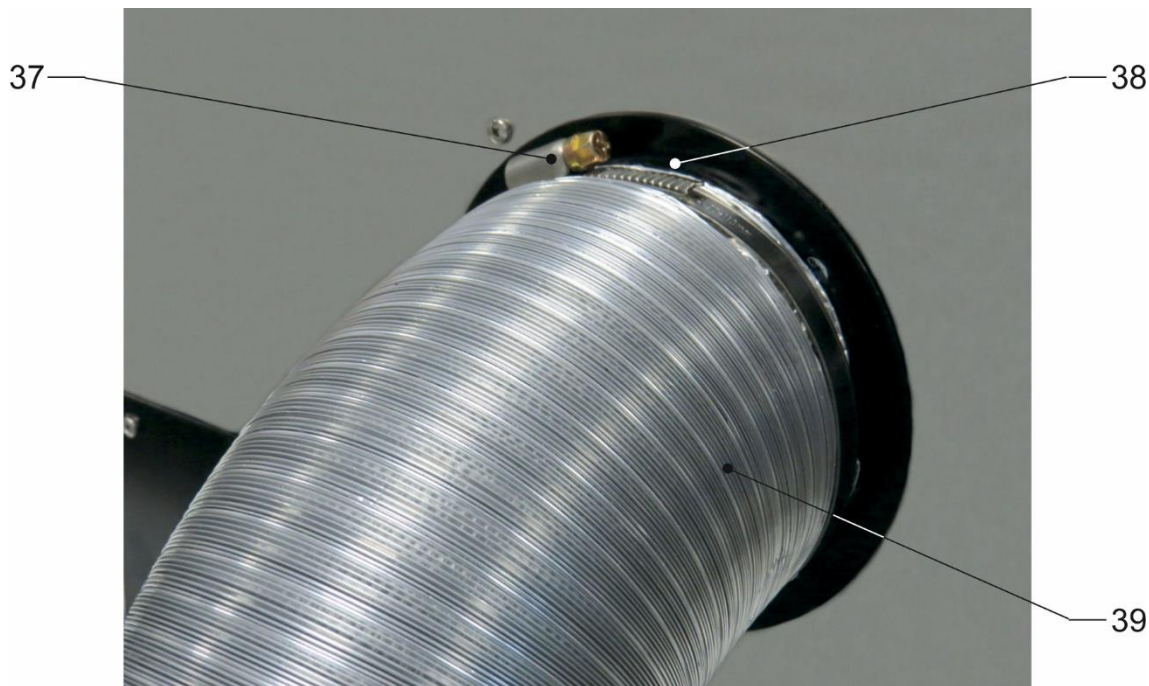
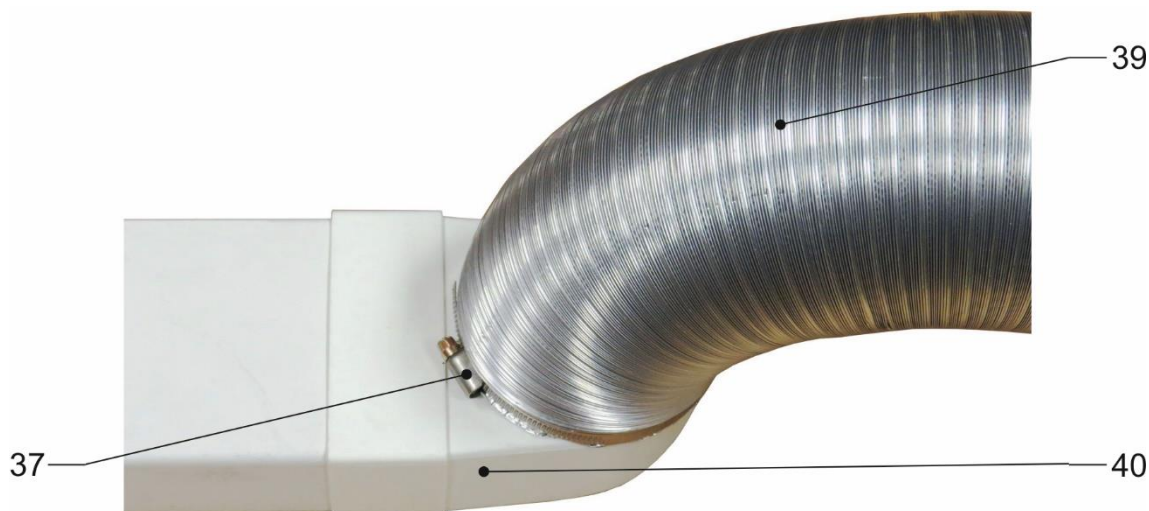

Рисунок 1-ИМ. Подключение к вентиляции.
Рисунок 2-ИМ. Подключение прибора к сливному шлангу.
Гибкий воздуховод закрепить на выходном вентиляционном патрубке (10) прибора с помощью хомута (Рисунок 1-ИМ). На другой конец гибкого воздуховода установить угловой соединитель вентиляционного короба 55 × 110 мм с гибким воздуховодом D100 (40) и закрепить с помощью хомута (Рисунок 2-ИМ).